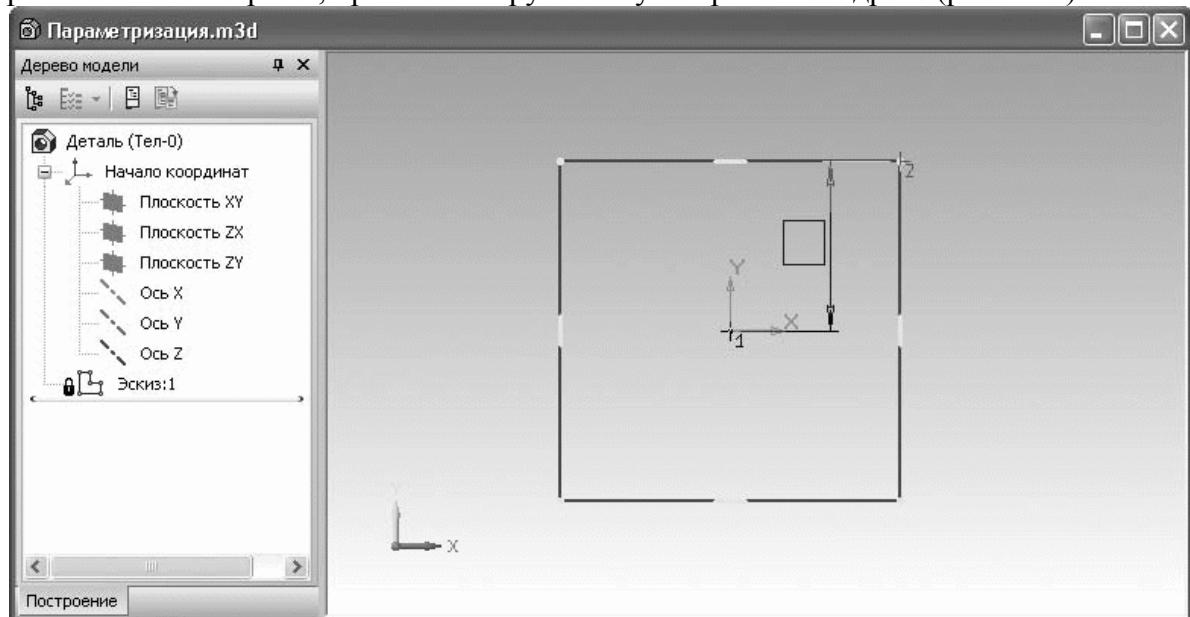

Рис. 3.43. Простановка первого параметрического размера
2. Теперь необходимо задать переменные для изображения эскиза так, чтобы при изменении одной из них квадрат перестраивался, сохранив положение своего центра и равенство длин сторон. Для этого перейдите на панель инструментов Размеры и нажмите кнопку Линейный размер. На панели свойств в группе кнопок Тип нажмите кнопку Вертикальный, чтобы включить создание вертикального размера. Установите размер от центра квадрата, совместив первую точку размера с точкой начала координат, до его верхней горизонтальной стороны, привязав вторую точку к вершине квадрата (рис. 3.43).